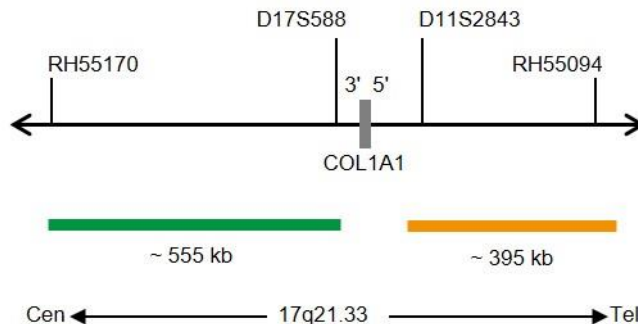

Fig. 1 : Carte de la sonde SPEC COL1A1 (pas à l'échelle)
- Polynucléotides marqués au ZyGreen (excitation 503 nm/émission 528 nm) (~10 ng/μl), qui ciblent une séquence de 17q21.33\* (chr17:47,669,218-48,223,465) proximale de la région des points de rupture de COL1A1 (voir figure 1).
- Polynucléotides marqués au ZyOrange (excitation 547 nm/émission 572 nm) (~4,5 ng/μl), qui ciblent une séquence de 17q21.33\* (chr17:48,347,800-48,744,021) distale de la région des points de rupture de COL1A1 (voir figure 1).